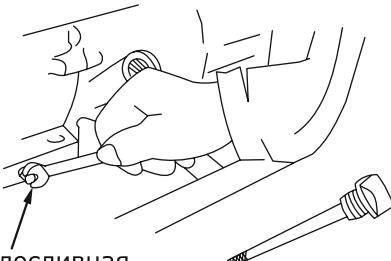

Рис.17
- Отверните маслосливную пробку и слейте масло (рис. 17).